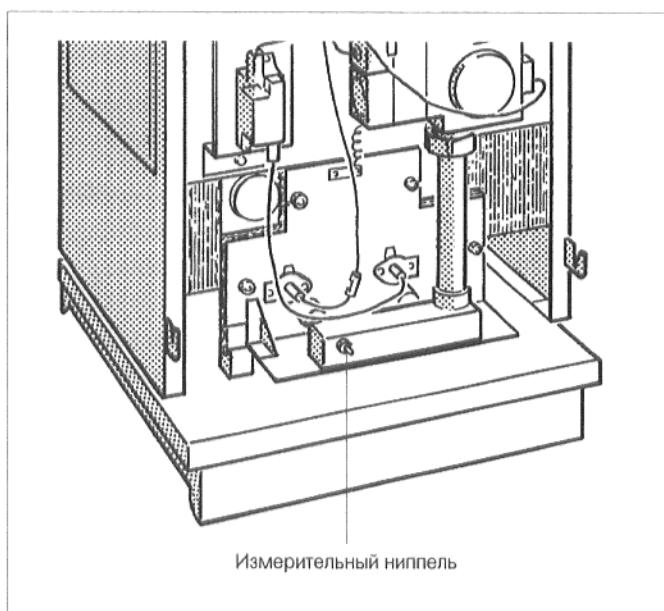

Рис. 33. Измерительный ниппель у газораспределительной трубы.
- ★ Открутить запорный винт измерительного ниппеля у газораспределительной трубы (рис. 33), примерно, на 2 оборота и, надеть измерительный шланг манометра с U-образной трубой.